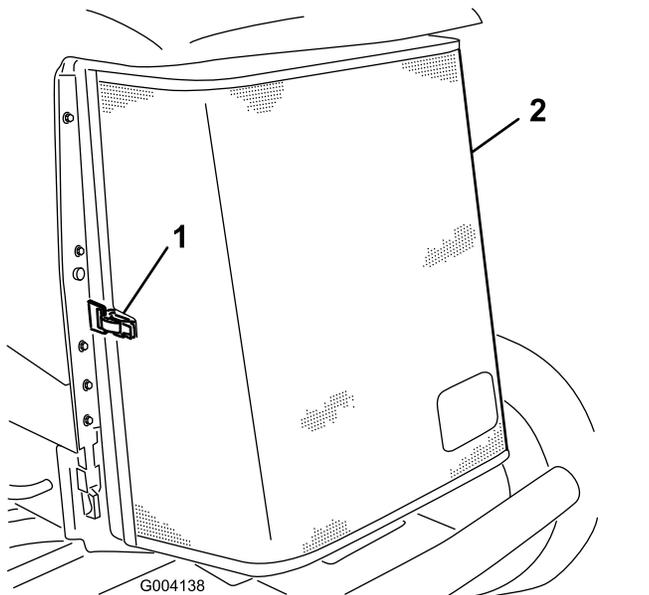

Рисунок 82
3. Откройте защелку и откиньте заднюю решетку (Рисунок 82).